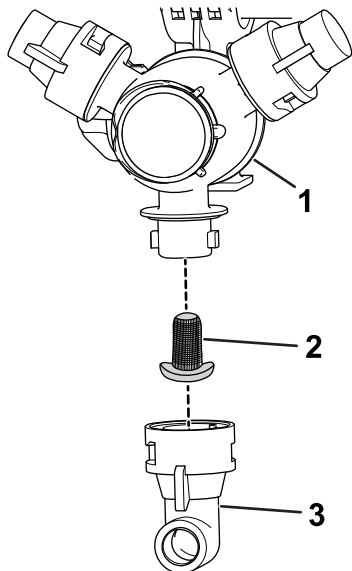

Bild 54
2. Nehmen Sie die Düse vom Sprühdrehkreuz ab (Bild 54).
3. Entfernen Sie den Düsenfilter (Bild 54).
5. Setzen Sie den Düsenfilter ein (Bild 54).
6. Setzen Sie die Düse auf das Sprühdrehkreuz auf (Bild 54).